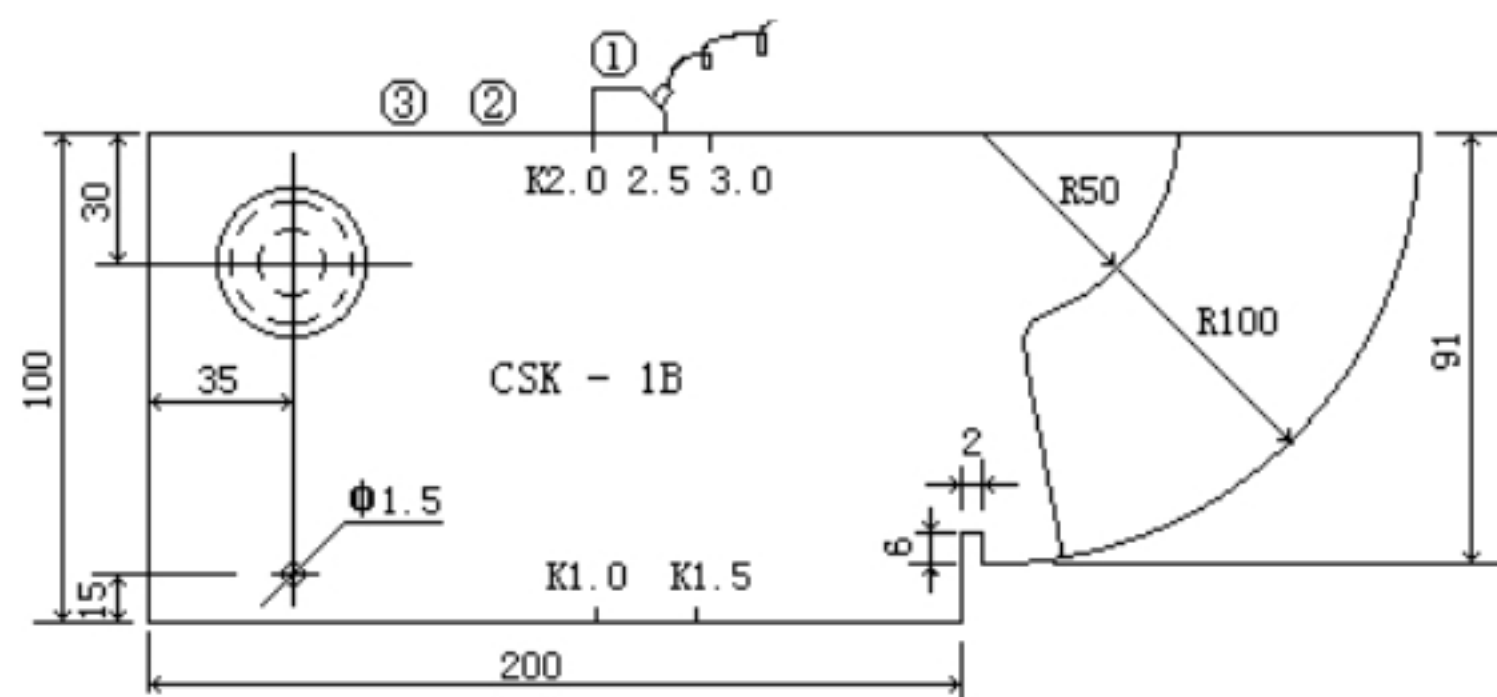

图 4-3-1
如图 4-3-1 所示，探头在不同的位置，所反射的回波高度和距离也不同，当探头从①移到③处，在屏幕上的回波幅度应该从低→高→低变化，并留下不同幅度的峰点组成一个新的曲线，我们称此曲线为包络线。下面就以上图的装置。我们以 $\phi 50$ 孔为例扫描其包络线。